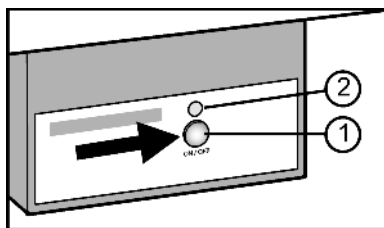

Fig. 6
- ▶ Нажмите и удерживайте кнопку On/Off Fig. 6 (1) так, чтобы светодиод Fig. 6 (2) загорелся.